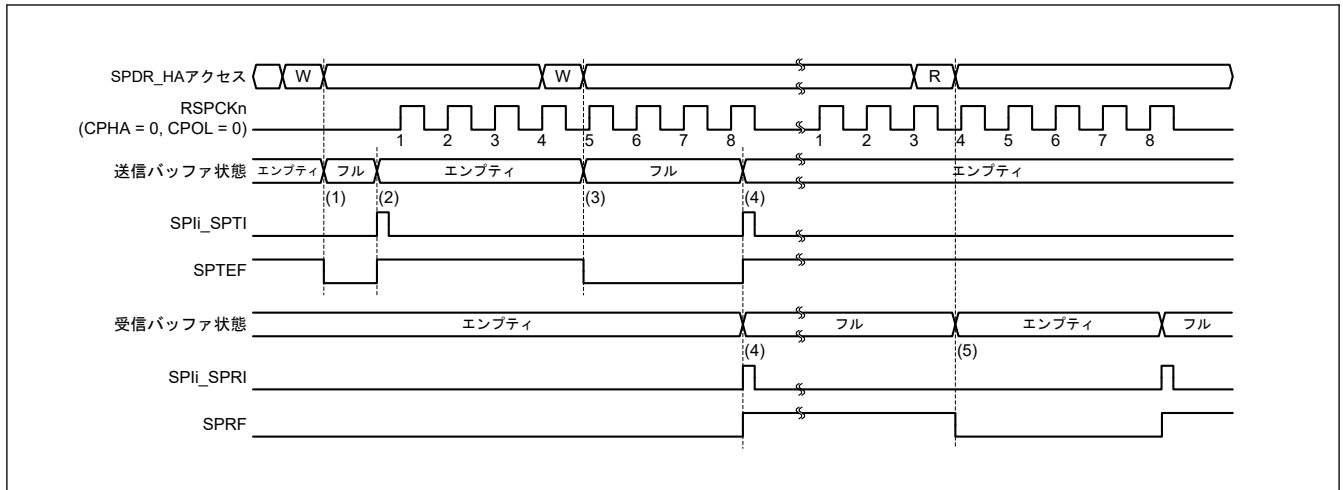
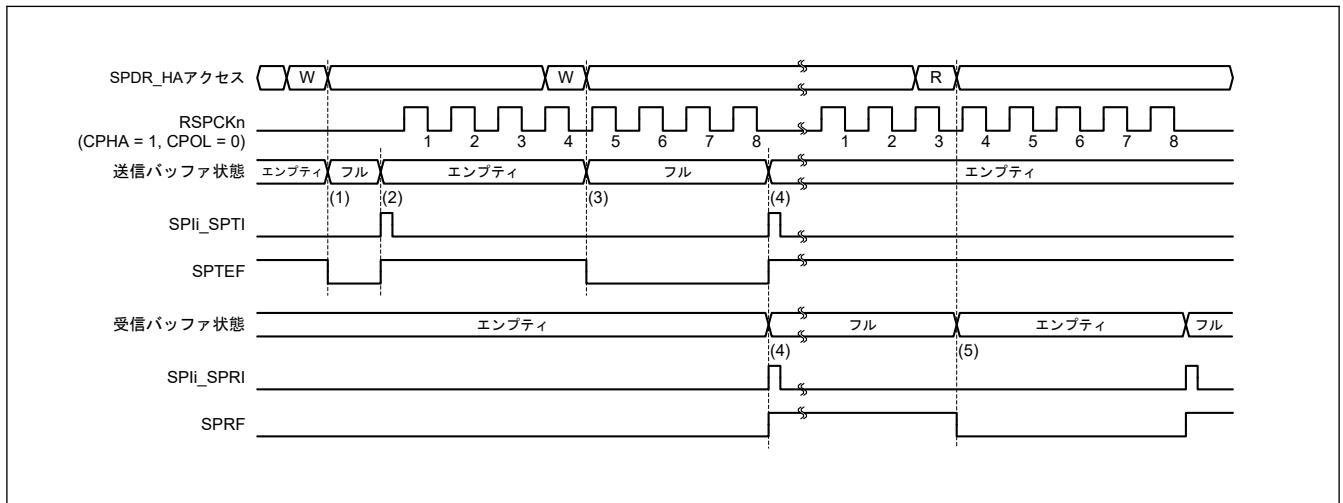

図 32.29 SPIi_SPTI および SPIi_SPRI 割り込みの動作例 (CPHA = 0 かつ CPOL = 0、マスタモード)
図 32.30 SPIi_SPTI および SPIi_SPRI 割り込みの動作例 (CPHA = 1 かつ CPOL = 0、マスタモード)
図 32.29 および図 32.30 に、送信バッファエンプティ割り込み (SPII_SPTI) と受信バッファフル割り込み (SPII_SPRI) の動作例を示します。これらの図に示された SPDR_HA レジスタアクセスは、レジスタへのアクセス条件を示しています。W は書き込みサイクル、R は読み出しサイクルを示しています。図 32.29 では、SPCR.TXMD ビットが 0、SPDCR.SPFC[1:0] ビットが 00b、SPCMDm.CPHA ビットが 0、SPCMDm.CPOL ビットが 0 の設定で、SPI が 8 ビットのシリアル転送を実行しています。図 32.30 では、SPCR.TXMD ビットが 0、SPDCR.SPFC[1:0] ビットが 00b、SPCMDm.CPHA ビットが 1、SPCMDm.CPOL ビットが 0 の設定で、SPI が 8 ビットのシリアル転送を実行しています。RSPCK_n 波形の下に記載した数字は RSPCK サイクル数 (= 転送ビット数) を示しています。
以下に、図 32.29 および 図 32.30 の (1)~(5) に示したタイミングでの SPI の動作を説明します。